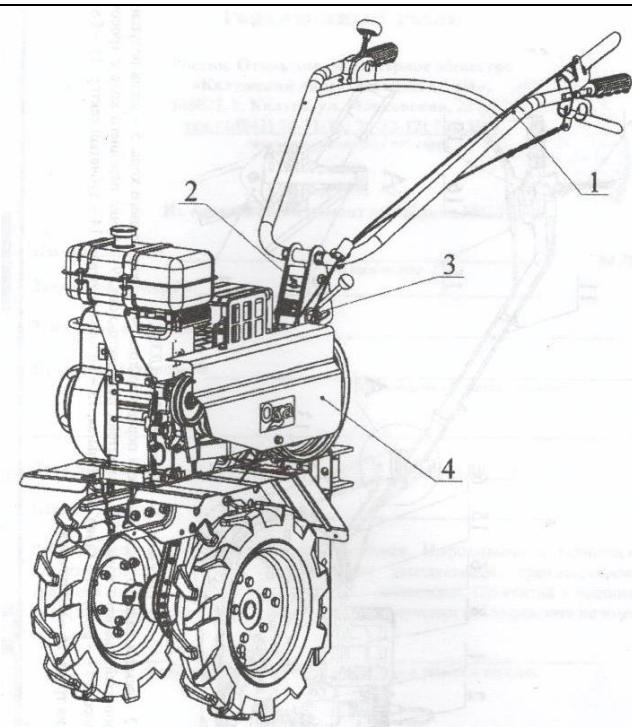

Рис. 2
- Отрегулируйте высоту руля по росту оператора и закрепите его при помощи гаек 3 (см. Рис. 2).
- Отверните две гайки и болт, снимите щиток 4 (см. Рис. 2).
- Установите щиток 4 (см. Рис. 2) на место и закрепите его двумя гайками и болтом.